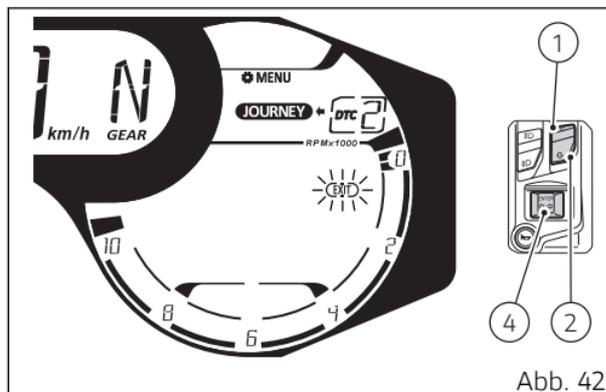

Abb. 42
Im Cockpit wird die neu eingestellte Stufe angezeigt und die Angabe „EXIT“ mit Umrandung (Abb. 42) blinken. Wird jetzt die Taste (4) gedrückt, schaltet das Cockpit auf die vorausgehende Anzeige.